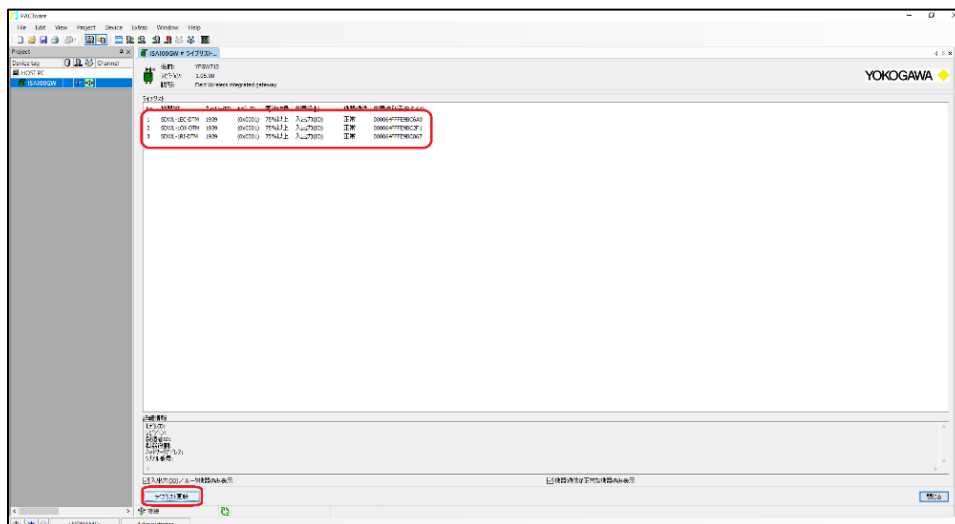

図 5-26 ライブラリ更新
- ⑤ ライブラリが表示されますので「ライブラリ更新」を選択し、ライブラリを更新します。正しくシステムに接続できている場合は SDWL-1 がリストに表示されます。(図 5-26)